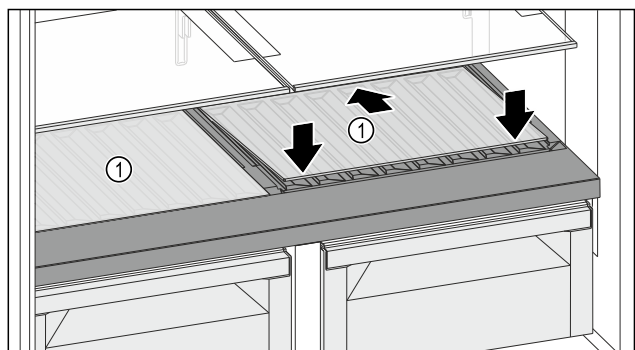

Fig. 132
- ▶ Вставьте стеклянную пластину *Fig. 132 (1)* наискосок и с уклоном назад вниз.
- ▶ Опустите стеклянную пластину *Fig. 132 (1)* спереди.